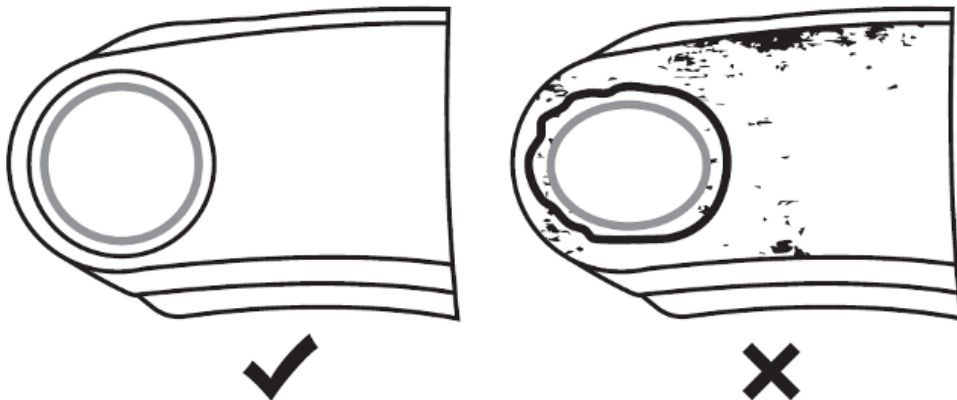

Figura 1.
- Antes de instalar la junta esférica, asegúrese de que todas las superficies de contacto estén libres de óxido, residuos y rebabas. Inspeccione la brida de montaje del brazo de control por signos de grietas, deformación o pérdida de la redondez. Si encuentra estos defectos, no use el cuerpo del brazo de control. **Vea la Figura 1.**